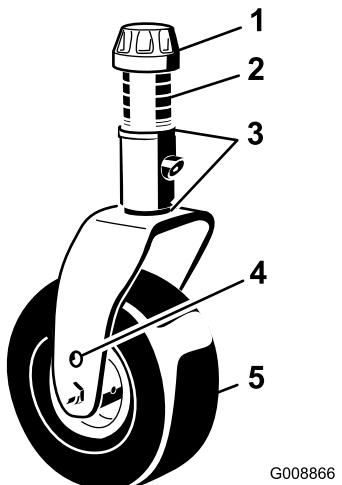

Рисунок 95
- Снимите колпачковую гайку с вала шпинделя и извлеките шпиндель из рычага поворотного колеса (Рисунок 95).